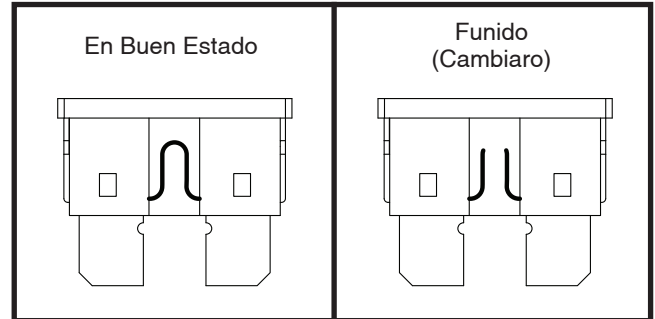

Figura 27. Cambio de fusible
2. Examine el fusible para comprobar si está fundido. Ver la figura 27.